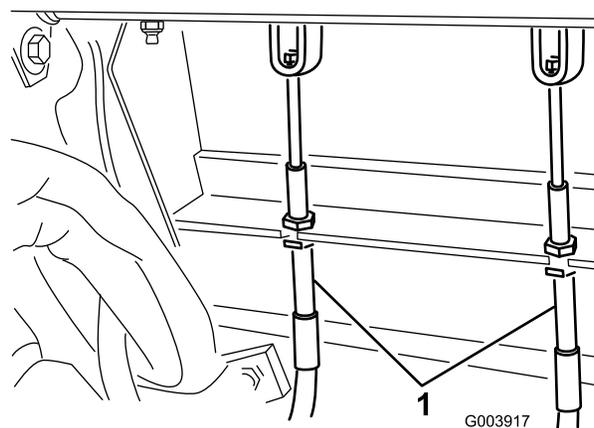

Figura 68
2. Per ridurre il gioco dei pedali del freno stringete i freni allentando il dado anteriore sull'estremità filettata del cavo del freno (Figura 68).